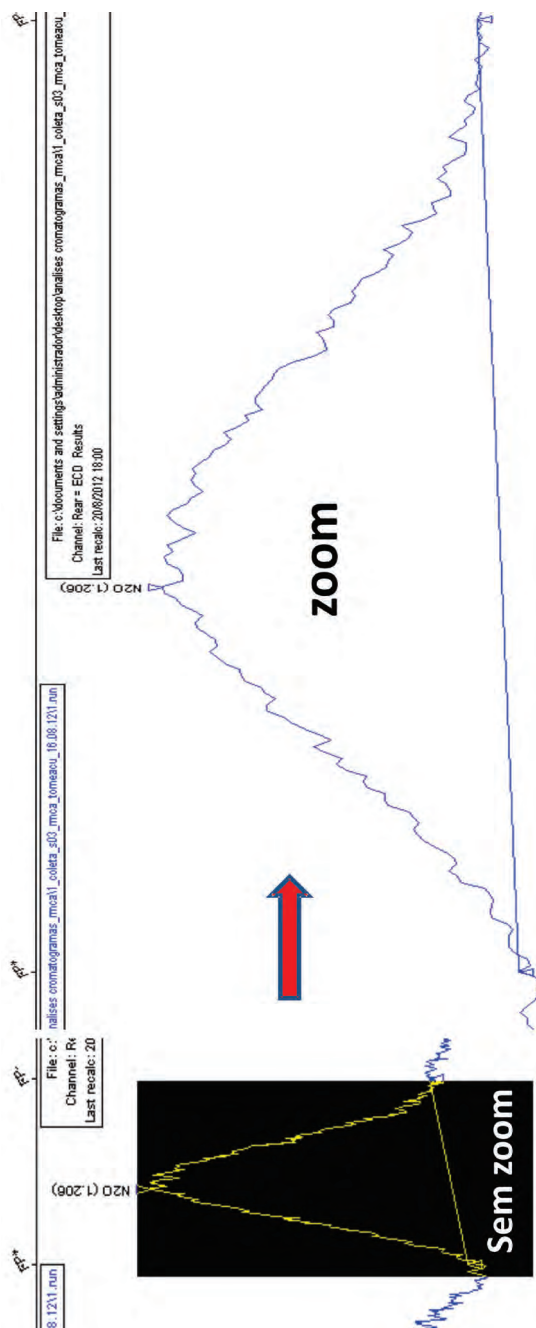

Figura 43. Comandos operacionais da função zoom.
- Para selecionar o zoom → manter pressionado o botão esquerdo do mouse e selecionar o cromatograma ou a parte onde vai ser feito o zoom (Figura 43). Para sair da função zoom, deve-se efetuar um duplo clique no cromatograma. Para sair do zoom, dar um duplo clique no mouse.